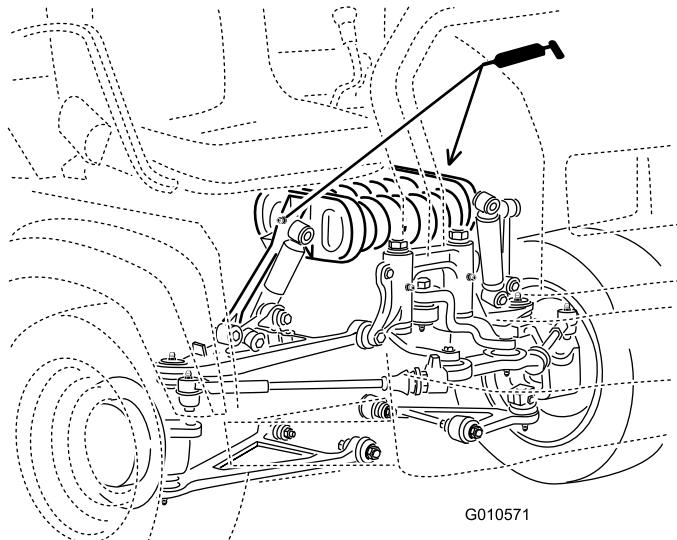

Figura 27
- **Armazón del muelle(2);** consulte Figura 27